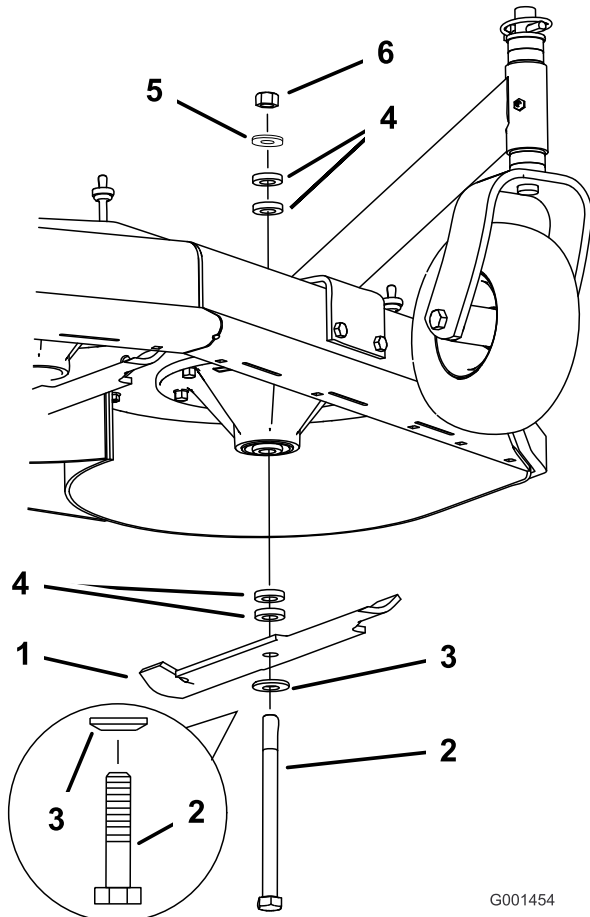

Figura 66
2. Retire la tuerca, el perno de la cuchilla, la arandela curva, la cuchilla, los espaciadores, y la arandela fina del eje (Figura 66).
1. Instale el perno, la arandela curva y la cuchilla. Seleccione el número correcto de espaciadores para la altura de corte deseada, y deslice el perno dentro del eje (Figura 66).
2. Instale los espaciadores restantes, en su caso, y sujételos con una arandela fina y una tuerca (Figura 66).